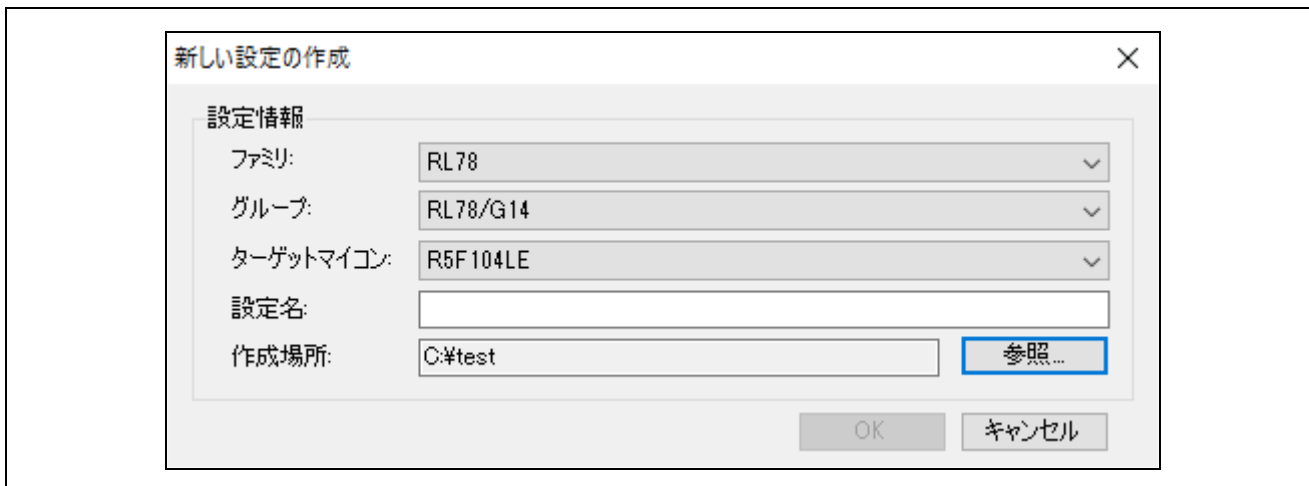

図 4.21 新しい設定の作成ダイアログボックス
- ② 新規に ESF ファイルを作成します。ファミリー、グループ、ターゲットマイコン、設定情報を図 4.21 のように設定し、OK ボタンを押します。